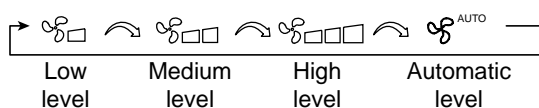

Fig. 25: Ställa in fläkthastigheten
- Varje tryck på FAN-knappen ändrar fläktnivån i den sekvens som visas i Fig. 25.